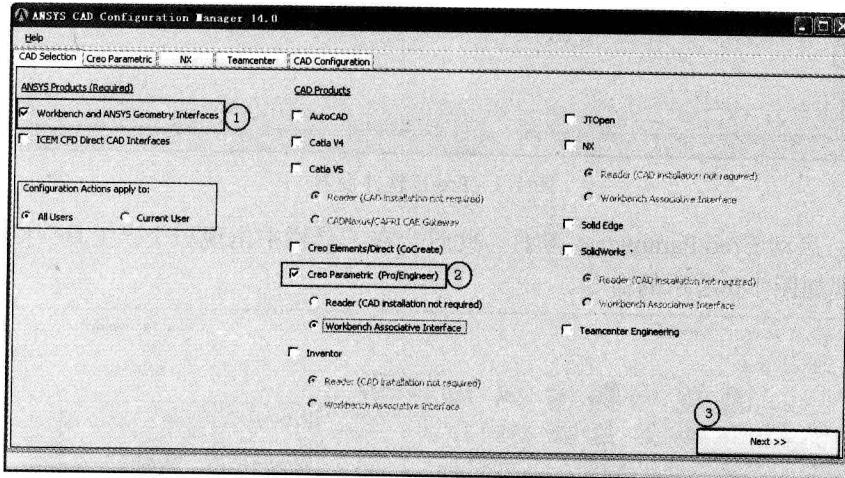

图 1-3 Pro/E 与 ANSYS 软件数据交互设置
Step2：在如图 1-3 所示的 CAD Selection 选项卡中依次选择 Workbench and ANSYS Geometry Interface 及 Creo Parametric (Pro/Engineer) 选项，使其前面的「变成√」，并单击 Next>>按钮，进入下一步设置。